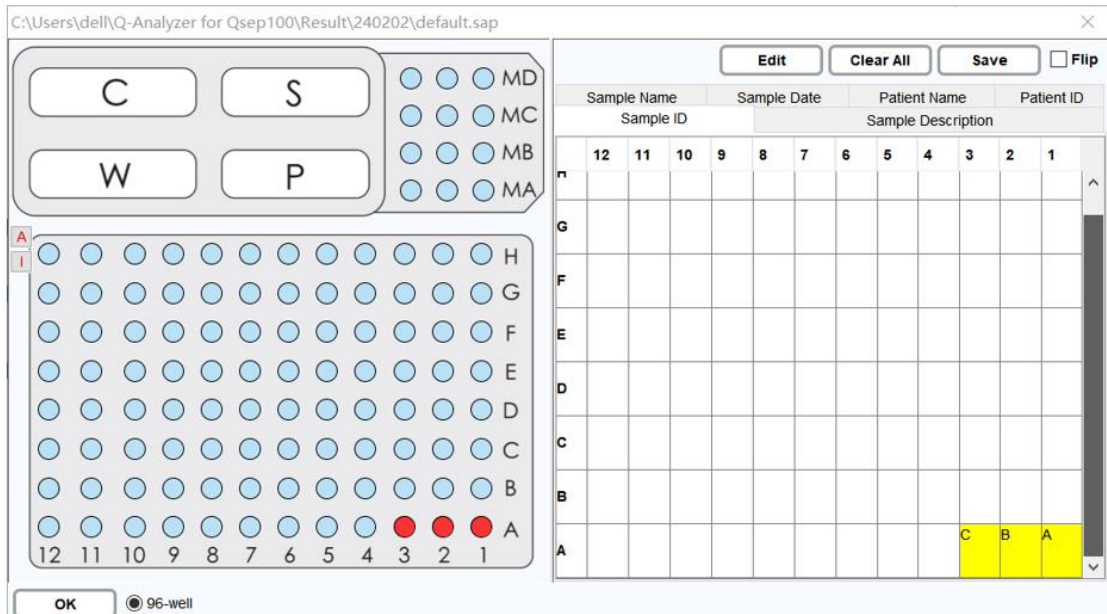

图 13 样品位置选择
(1) 单击 Sample Position 下方的空白格（图 12，A），弹出 96 孔盘模拟图（图 13），于左侧选择所放样品位置，可单选，也可点击右侧 A-H 或下方 01-12 坐标以直接选取一行或一列，双击右侧相应位置处输入样品信息（Sample ID），设置完成后点击 OK；